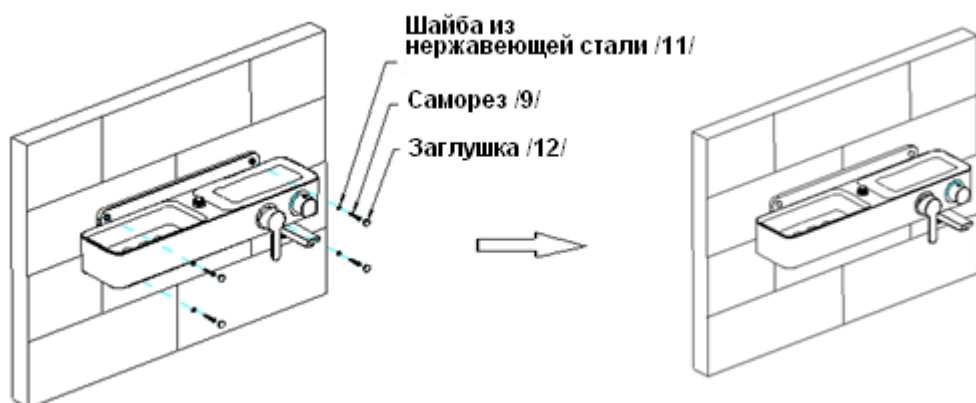

Рис.9
1.6. Присоедините смеситель к водопроводным трубам и к выходу воды, затем закрепите корпус смесителя к стене с помощью саморезов и закройте их заглушками (рис.9).